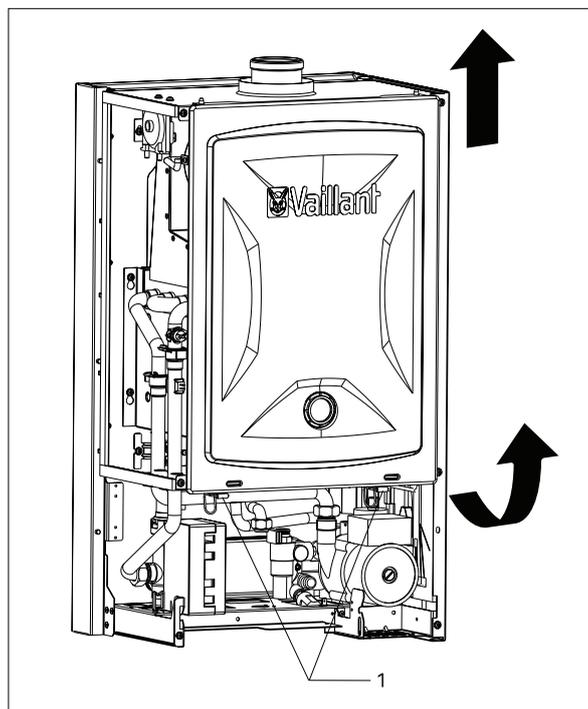

图 8.3 拆卸密封式前面板
- 按图 8.3 拆卸密封式前面板；
- 松开风机与集烟罩上的螺钉 (1)；
- 拔下风机与风压开关之间的检测管 (2)。